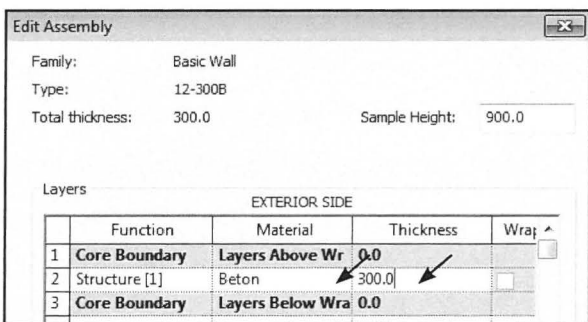

Fig. 05.87.
- Klik *Edit* ud for *Structure* og lav *Thickness* (tykkelsen) på væggen om til 300 (Fig. 05.87).
- Klik på *Materialet* (Fig. 05.87) og lav et nyt materiale der blot hedder Beton.